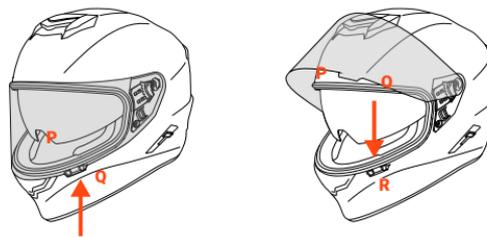

FIGURE 12
**VISIERES – N – Figure 12**
**Utilisation – Figure 12**